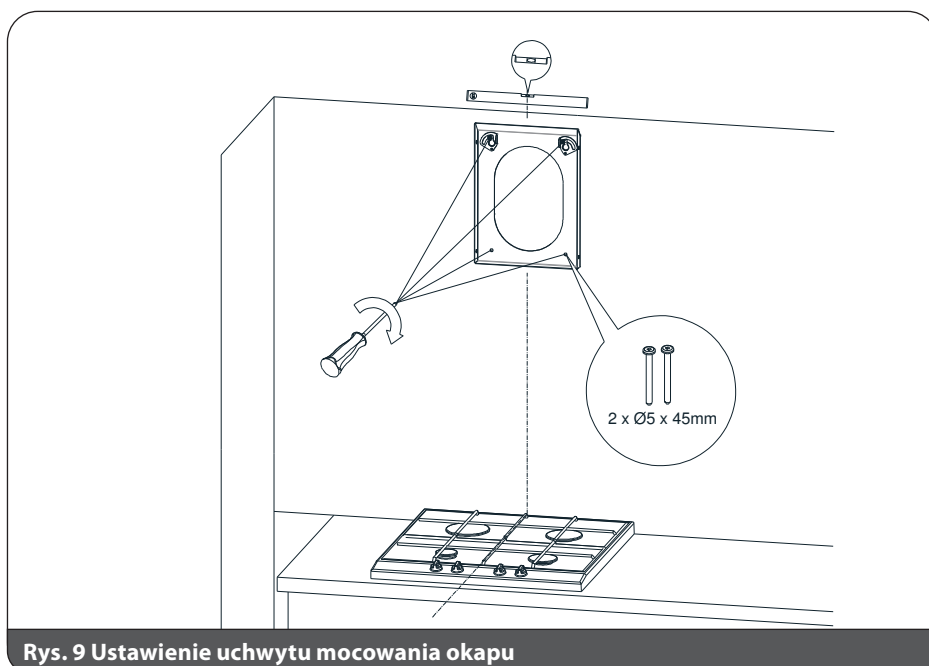

Rys. 5 Wymiary montażowe
Montaż okapu przedstawiony jest na rysunkach (Rys. 5 – Rys. 10). Okap wyposażony jest w kołki mocujące odpowiednie do większości ścian i sufitów. Podczas montażu należy przestrzegać ogólnie obowiązujących przepisów dotyczących odprowadzenia powietrza z pomieszczeń.
1. Wyznaczyć oś elementu grzewczego i przenieść ją na ścianę gdzie będzie zamontowany okap. Zaznaczyć wszystkie charakterystyczne punkty mocowań okapu. Użyć wiertarki i wywiercić otwory. (Rys. 5)
6. Do przykręconego mocowania okapu dostawić okap, w taki sposób by mocowanie schowało się w okapie. Użyć czterech śrub M4x12 i przykręcić okap do mocowania. (Rys. 10) Rys. 5 Wymiary montażowe.